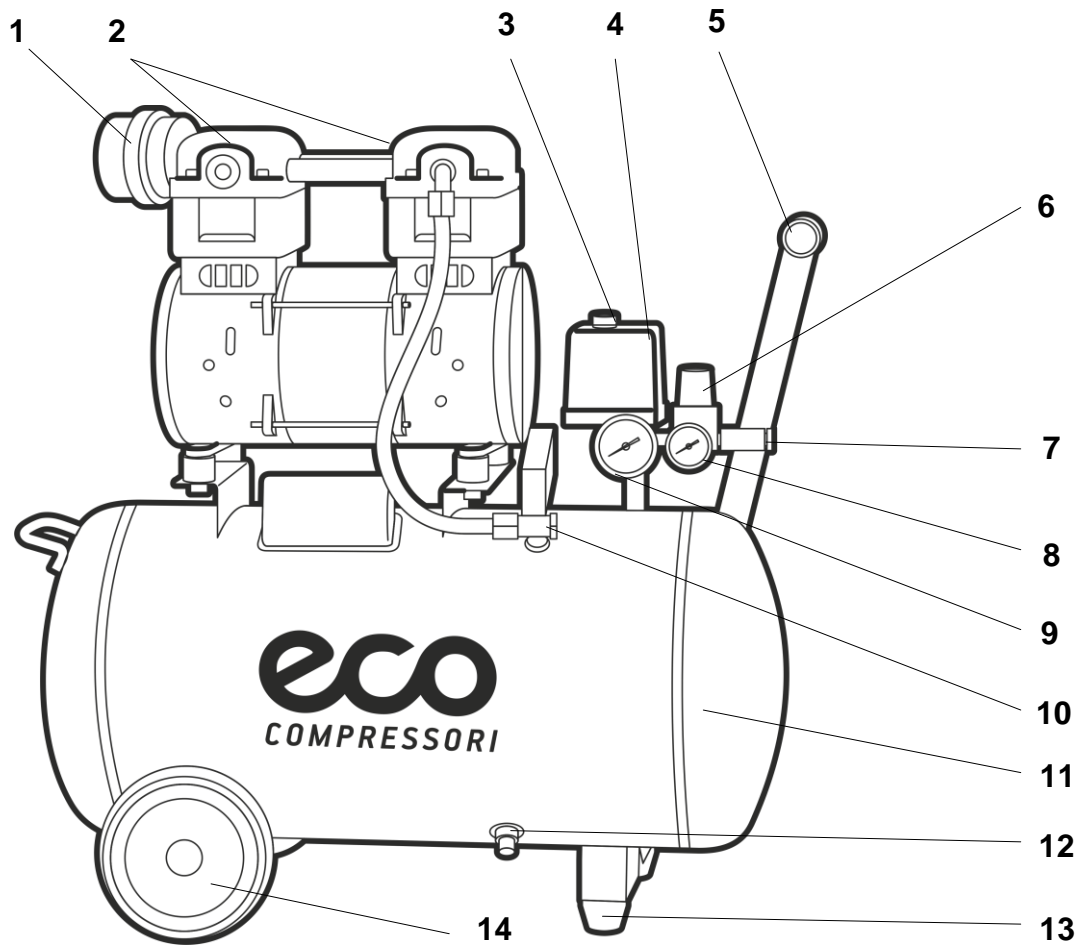

Рисунок 1
Убедитесь, что переключатель 3 находится в выключенном положении (см. рис.1).
Через быстроразъемное соединение 7 (см. рис.1) и, используя соответствующую пневмоаппаратуру и трубопроводы, соедините компрессор с потребителями сжатого воздуха.
После завершения вышеперечисленных операций компрессор готов к эксплуатации. Проверьте, чтобы переключатель 3 (см. рис.1) находился в положении «OFF».
При первом запуске компрессора, оставьте его поработать на время приблизительно 5 минут с полностью открытыми кранами выпуска воздуха. По истечении этого времени, закройте кран и проверьте, чтобы компрессор нагнетал воздух в ресивер 11 (см. рис.1) и останавливался автоматически по достижении максимального давления, указанного на компрессоре, а также на индикаторе манометра.
После первых 10 часов и каждые 3 месяца работы компрессора проверьте и при необходимости подтяните винты головок цилиндров компрессорной группы 2 (см. рис. 1). В результате теплового расширения металла цилиндров компрессора затяжка винтов может быть ослаблена. Для предотвращения срыва витков резьбы в цилиндрах компрессора, при затягивании винтов не прилагайте чрезмерного усилия.
ВНИМАНИЕ! Реле давления (прессостат) 4 (см. рис.1) отрегулировано изготовителем, и не должно подвергаться регулировкам со стороны пользователя. Компрессор оборудован устройством тепловой защиты от перегрузок — тепловым реле. При продолжительной работе и чрезмерном потреблении сжатого воздуха возможно автоматическое отключение компрессора вследствие перегрева. При срабатывании теплового реле нельзя включать компрессор и необходимо
- срабатывания реле давления (прессостата) 4 (см. рис.1) при максимальном давлении в ресивере 11 (см. рис.1).
ВНИМАНИЕ! По окончании работы полностью выпускайте сжатый воздух из ресивера 11 (см. рис.1).
При помощи регулятора давления 6 (см. рис.1), установите требуемое значение: при повороте ручки по часовой стрелке давление увеличивается, при повороте против часовой стрелки – уменьшается.
Значение давления указано на манометре 8 (см. рис.1).
Перед каждым включением компрессора следует сливать накопившийся в ресивере 11 (см. рис.1) конденсат. Слив конденсата осуществляйте следующим способом:
— установите в ресивере 11 (см. рис.1) давление воздуха равное 0,1–0,2 МПа (1-2 bar), выпуская сжатый воздух.
ВНИМАНИЕ! Если в ресивере 11 (см. рис.1) сжатый воздух находится под большим давлением, то при открытии крана для слива конденсата 12 (см. рис.1) произойдет выброс конденсата со значительной силой;
— установите под ресивер 11 (см. рис.1) поддон для слива конденсата;
— откройте кран 12 (см. рис.1) и слейте конденсат в поддон;
- Проверьте клапаны поступления и отвода воздуха, расположенные под головкой компрессорной группы 2 (см. рис.1). Очистите или при необходимости замените клапанные пластины и прокладки – производится в сервисном центре.